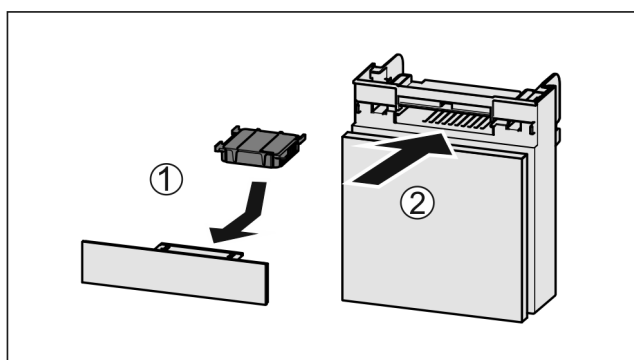

Fig. 63
- ▶ Filtr s aktivním uhlím vložte podle vyobrazení Fig. 63 (1).
- ▶ Zásuvku zasuňte Fig. 63 (2).